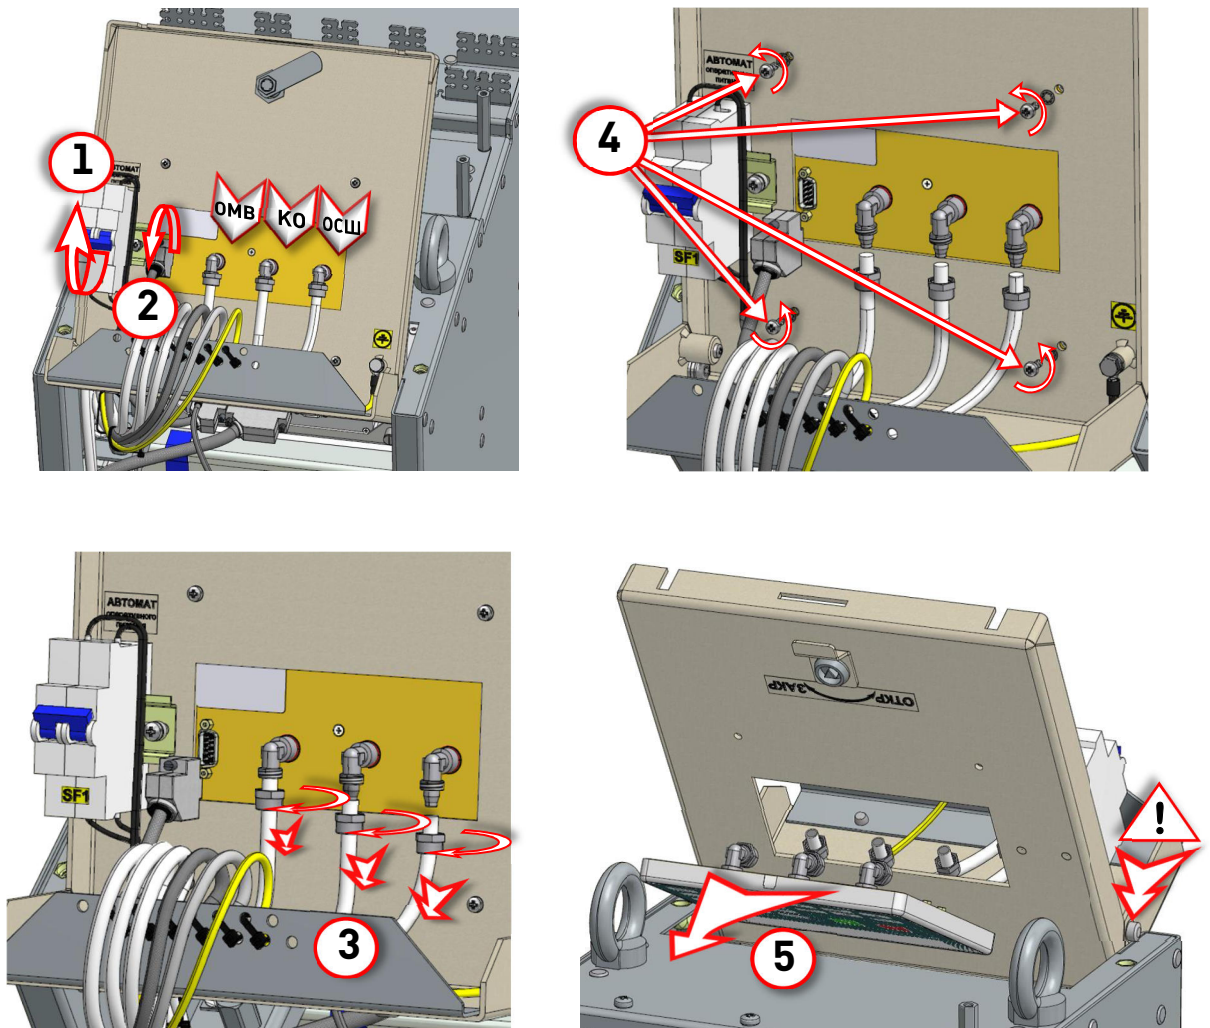

Рис.7.8. Демонтаж панели управления шкафа
1. Отключить автомат оперативного питания, операция **1**, рис. **Рис.7.8**.
2. Отсоединить разъем жгута от панели управления, операция **2**, рис. **Рис.7.8**.
- Открутить гайки фитингов и отсоединить газоразрядные трубки, операция **3**, рисунок **Рис.7.8**.
4. Открутить четыре винта крепления панели управления крестообразной отверткой, операция **4**, рисунок **Рис.7.8**.
5. Снять панель, операция **5**, рисунок **Рис.7.8**.
ВНИМАНИЕ! Для того чтобы вернуть панель релейного отсека в исходное состояние, нужно отжать фиксатор и опустить панель вниз придерживая рукой, рисунок **Рис.7.8**, нижний правый. При этом нужно следить за тем, чтобы трубки и жгуты укладывались в отсек без изломов.